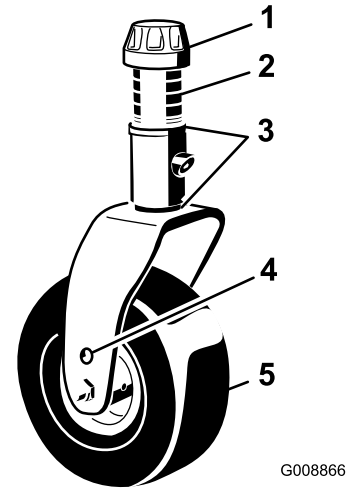

図 17
3. スピンドルシャフトからテンショニングキャップを取り図 17、キャスタアームからスピンドルを抜き出す。最初についていたように、スピンドルシャフトにシム 3mm を 2 枚セットする。これらのシムは、デッキ全体の左右の水平調整に必要となる。希望の高さにするために必要な数のスペーサ 13mm をシャフトにセットし、ワッシャをはめる下のチャートを参照。